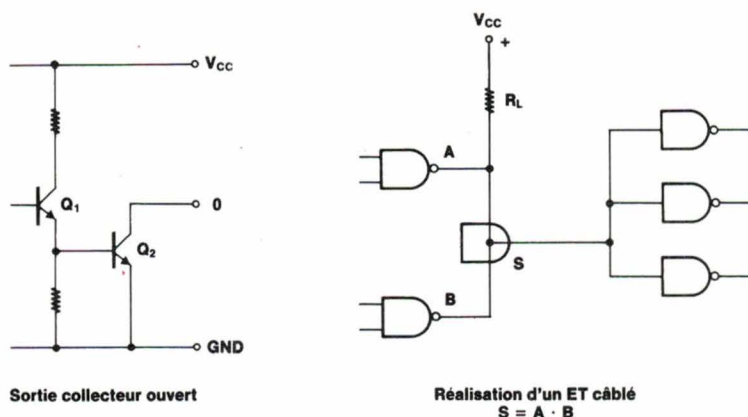

Fig. 8. — Etage de sortie collecteur ouvert. La résistance R_L fixe le niveau logique.
- les sorties à collecteur ouvert, qui permettent de réaliser des fonctions logiques « ET CÂBLÉ » (fig. 8). Elles nécessitent une résistance de rappel au V_{CC} , pour fixer le niveau de sortie ;